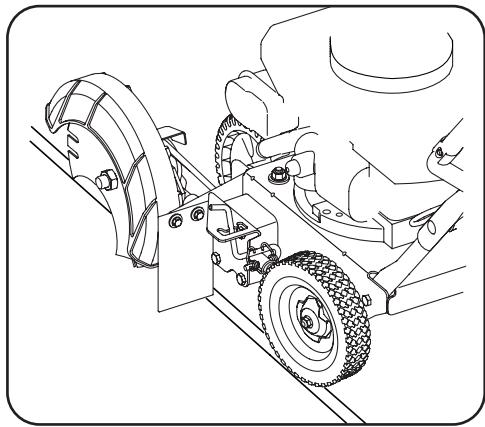

Figura 3-3
- Mueva la unidad al área que va a recortar, asegurándose de que la rueda posterior izquierda esté sobre una superficie dura y que la cuchilla está sobre el área a cortar. Vea la Figura 3-3.